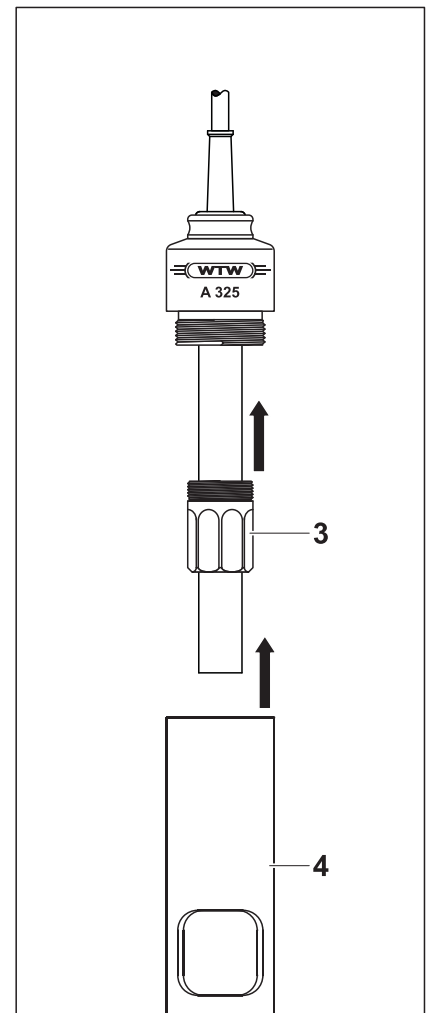

Figura 3
4	Desplazar el sensor en el refuerzo de protección hacia atrás hasta el tope (figura 3).
5	Desplazar la tuerca tapón (pos. 3 en la figura 3) por encima del sensor y atornillarla a mano en el refuerzo de protección.
6	Atornillar el canastillo de protección (pos. 4 en la figura 3).